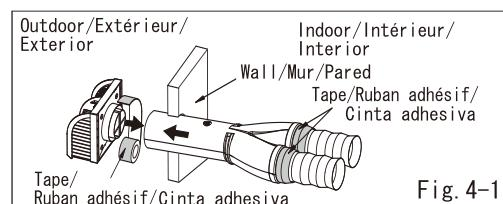

Fig. 4-1
(5) Insert the Pipe through the hole from indoors to outdoors. (Fig. 4-1)
Insérez la buse dans le trou de l'intérieur vers l'extérieur. (fig. 4-1)
Introduzca la Tubería a través del hueco desde el interior hasta el exterior. (Fig. 4-1)
(6) Join the end of the Pipe to the Vent cap. (Fig. 4-1)
Joignez l'extrémité de la buse au capuchon d'évent. (fig. 4-1)
Una el extremo de la Tubería con la Tapa del Ventilador. (Fig. 4-1)
- (7) Please secure the Pipe and the Vent cap together with UL181A certified pressure sensitive tape or mastics. (Fig. 4-1)
Veuillez sécuriser la buse et le capuchon d'évent avec un ruban adhésif ou mastic sensible à la pression certifié UL181A. (fig. 4-1)
Por favor asegure la Tubería y la Tapa del Ventilador juntos usando cinta adhesiva certificada sensible a la presión UL181A o masilla. (Fig. 4-1)